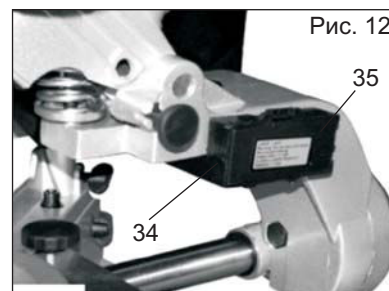

Рис. 12
13.6 Лазерный указатель линии пиления (Рис. 12,13).